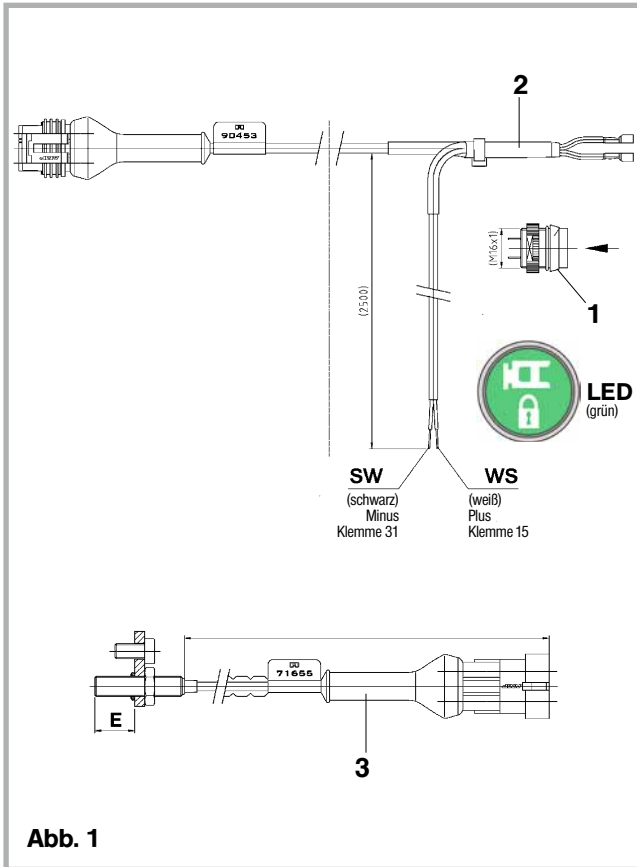

Abb. 1
**Jeder Aufrüstsatz enthält** (siehe Abb. 1):
- 1x Anzeige LED GRÜN (mit Symbol Kupplung geschlossen) für den Kabineneinbau (1)
- 1x Verlängerungskabel 15 m mit konfektionierten Steckern (2)
- 1x Sensoreinheit 1-fach mit Montageflansch und Stecker (3)